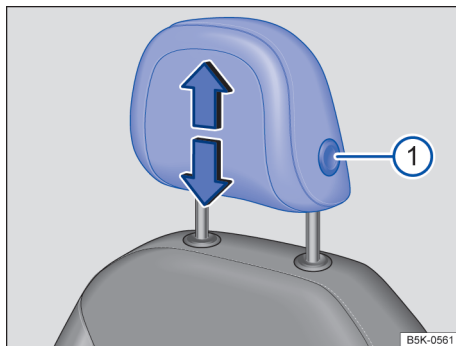
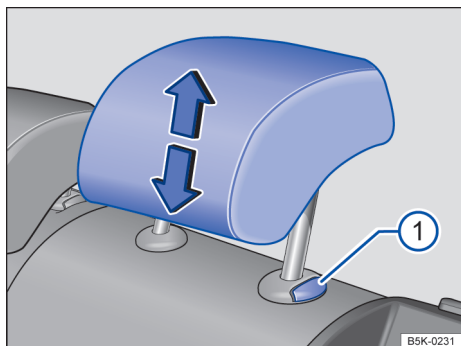

Fig. 76 Apoio para cabeça dianteiro: ajustar
Fig. 77 Apoio para cabeça traseiro: ajustar
- Deslocar o apoio para cabeça no sentido da seta, para cima ou para baixo e, se for o caso, com o botão → Fig. 76 1 ou → Fig. 77 1 para cima ou para baixo → ⚠ em *Introdução ao assunto* na página 91.